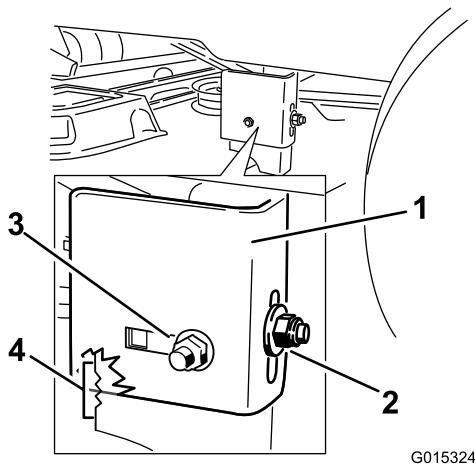

Figura 63
- Afloje la tuerca de bloqueo trasera de la pletina de suspensión (Figura 63).
- Afloje la tuerca de bloqueo lateral de la pletina de suspensión lo suficiente para permitir ajustar la barra (Figura 63).
- Cuando la carcasa esté en la posición deseada, apriete la tuerca de bloqueo lateral de la barra de soporte para fijar la posición nueva (Figura 63).